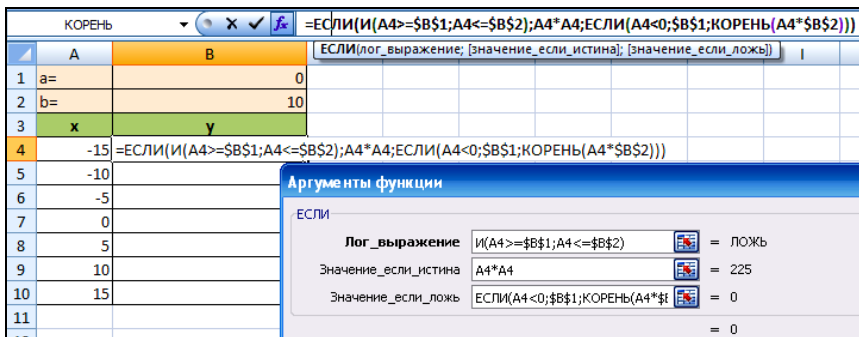

Рис. 3.12. Результат вычисленной функции из примера 3.5
6. В поле *Лог\_выражение* ввести второе условие. В поле *Значение\_если\_истина* ввести значение функции для второго условия. В поле *Значение\_если\_ложь* ввести значение функции для третьего условия. Не закрывая окна, щелкнуть в строке формул на названии первой функции **ЕСЛИ**. Завершить формулу нажатием кнопки *ОК* (рис. 3.12).